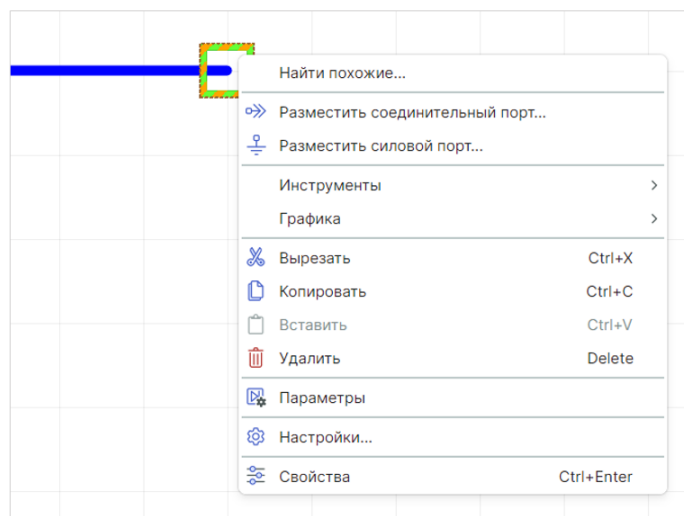

Рис. 125 Контекстное меню для свободного окончания цепи
2. Вызовите контекстное меню для свободного окончания цепи и выберите тип размещаемого порта, см. Рис. 125.